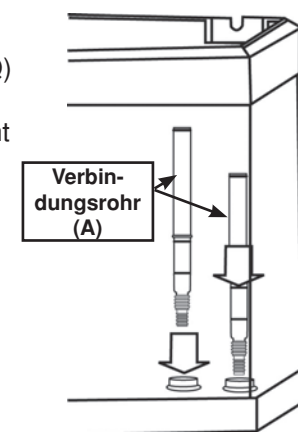

Abb. 2
2. Stecken Sie das Verbindungsrohr (A) ganz durch die Öffnung (O), bis es nicht mehr geht (Abb. 2)
2. Stecken Sie das zweite Verbindungsrohr (A) ganz durch die Öffnung (I), bis es nicht mehr geht (Abb. 2).